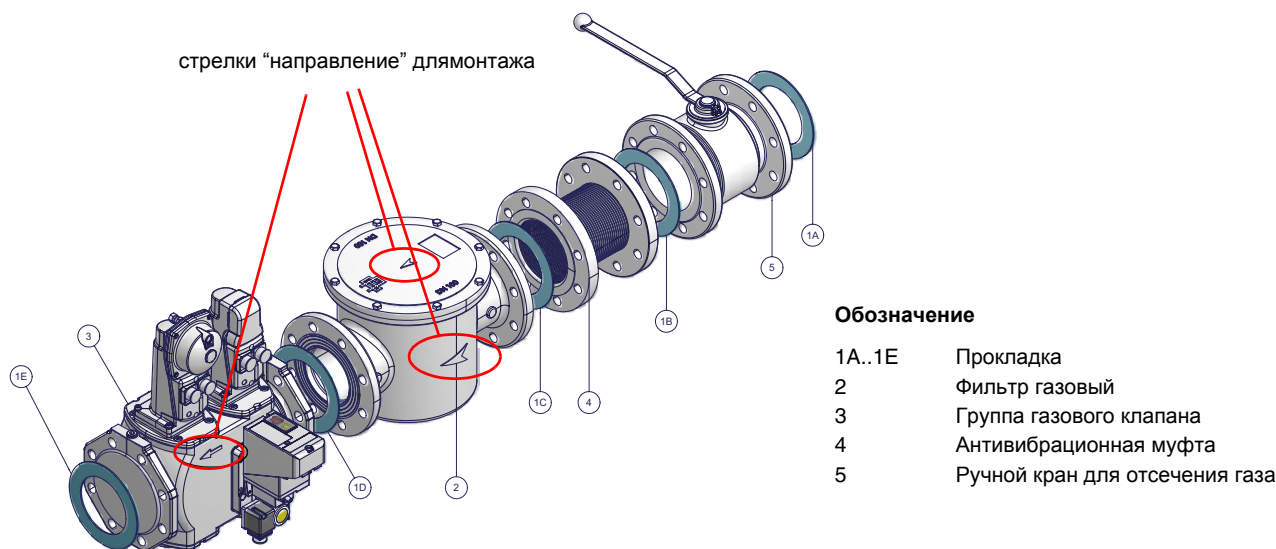

Рис. 6 - Пример газовой ramпы
- 1 - б) при фланцевых соединениях: между соседними компонентами устанавливать прокладку (1A..1E - Рис. 6), совместимую с используемым газом,
ВНИМАНИЕ: после монтажа газовой ramпы согласно схеме на Рис. 6, необходимо провести тестирование на герметичность
ВНИМАНИЕ: после монтажа газовой ramпы согласно схеме на Рис. 6, необходимо провести тестирование на герметичность газового контура, согласно требований действующих нормативов.